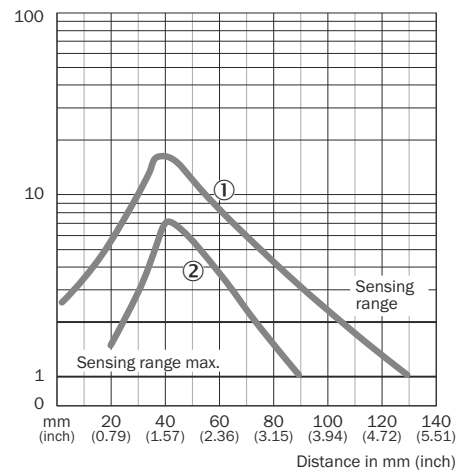

Rysunek 3: VTF180-2 o konstrukcji osiowej
Kontrola warunków eksploatacji: porównać odległość pomiędzy czujnikiem a tłem, minimalną wysokość obiektu, jak również właściwości emisji tła i obiektu z odpowiednim wykresem (patrz rysunek 3, strona 113) (x = zasięg, y = minimalna wysokość obiektu). Współczynnik emisji: 18% = szary ②, 90% = biały ① (w odniesieniu do standardowej bieli wg DIN 5033).